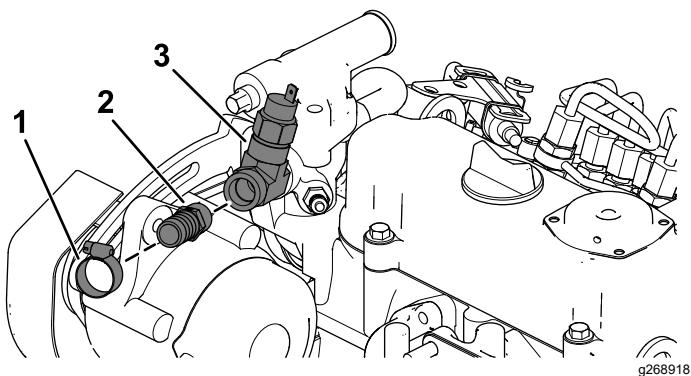

図 16
- D. ホース5/8"とアダプタフィッティング5/8"をホースクランプで取り付ける図 16。